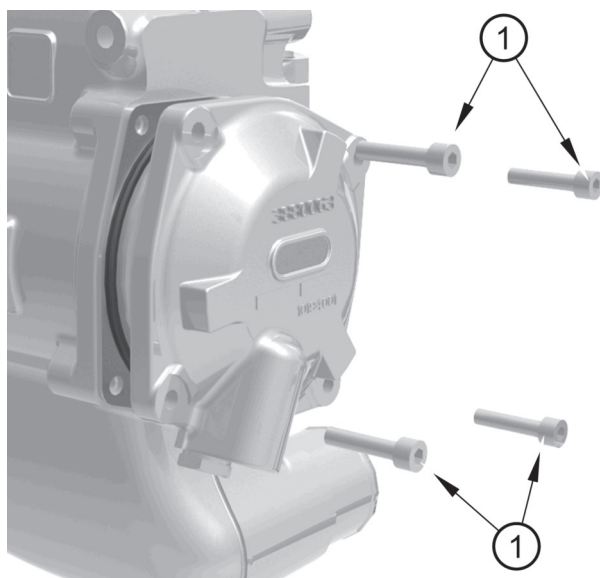

Figura 20
7. Quite la tapa del extremo soltando los tornillos (figura 20, elemento 1).